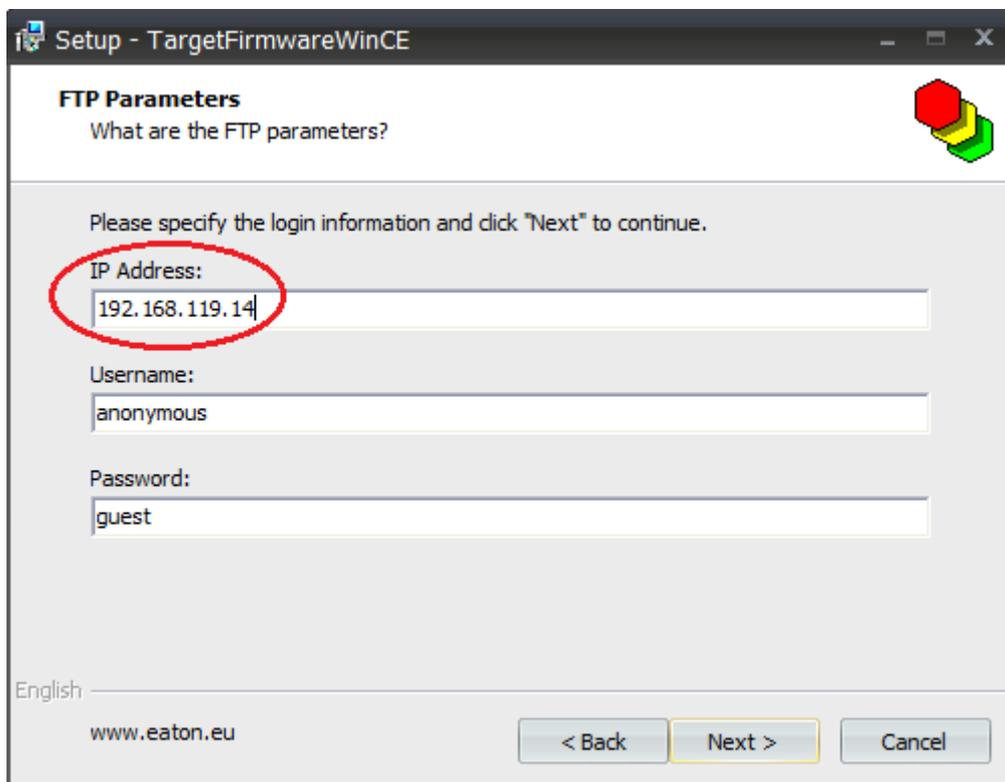

Рис. 116. Задание IP адреса для FTP установки
10. В следующем окне введите IP-адрес панели оператора (192.168.119.14), остальные поля оставьте неизменным (рис. 116).